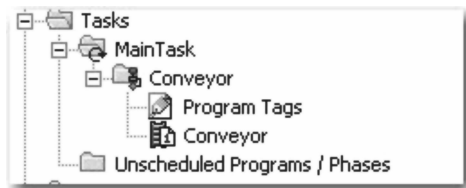

图 13-2 项目管理器列表
4. 在控制器项目管理器中，双击 Conveyor 文件夹以将其展开。这便是代码保存的位置。一旦 Conveyor 文件夹展开后，其类似图 13-2 所示的项目管理器列表。